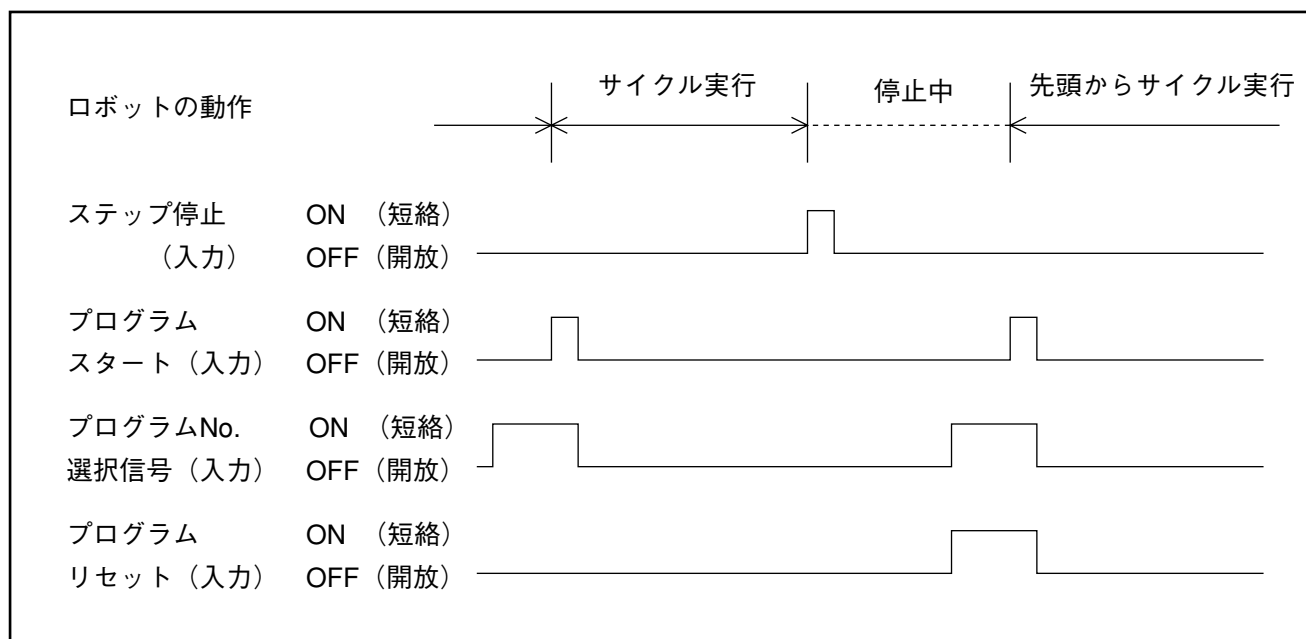

図4-21 プログラムリセット信号の入力条件と動作
(3) 入力条件と動作
①入力条件と動作のタイミングチャートを図4-21に示します。
②プログラムリセット入力はプログラムNo選択信号と併用し、また、プログラムスタート信号より先に（1ms以上）入力してください。
③ロボットがスタートしてからOFFしてください。
④中断したプログラムNoと、同じプログラムNoを先頭から実行する場合にも、プログラムNo選択信号は必要です。